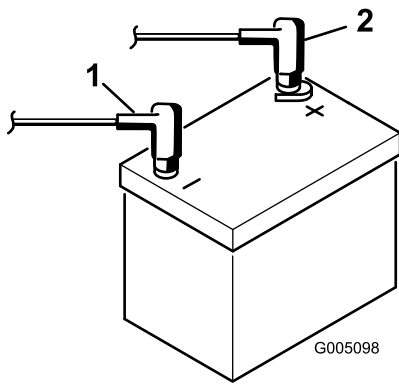

Figure 45
1. Débranchez le câble négatif (noir) avant le câble positif (rouge) de la batterie (Figure 45).
- Raccordez le câble positif (rouge) de la batterie à la borne positive (+) et le câble négatif (noir) à la borne négative (-) (Figure 45) et fixez-les en place avec les boulons et les écrous. Placez le capuchon en caoutchouc sur la borne positive pour éviter les courts-circuits.